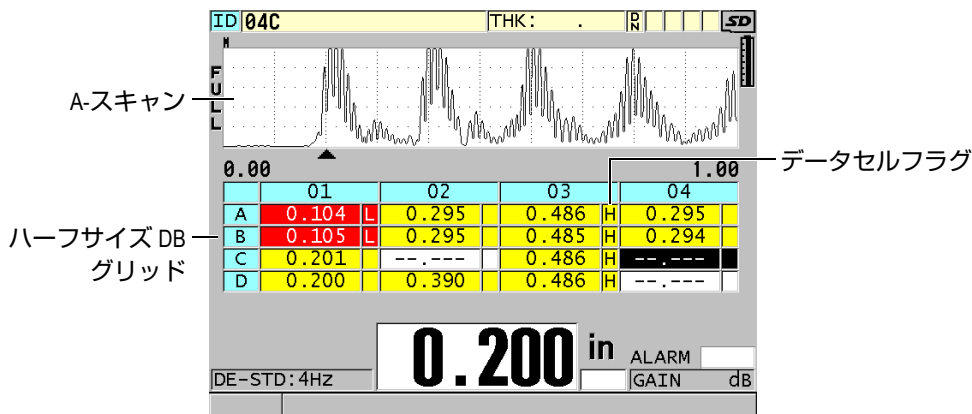

図 10-8 ハーフサイズ DB グリッド
データベースグリッド (DB グリッド) は、2-D データを表にまとめたものです。これにより、ユーザーは ID のプリセットリストに使わなくても、グリッド上で任意方向に自由に移動することができます。次の ID 位置に自動的に増分しないで、矢印キーを使用して希望する位置に移動できます。A-スキャン、DB グリッドおよび厚さ測定値を同時に表示することができます (165 ページの図 10-8 を参照)。厚さ測定値が入る範囲に対応するデータセルフラグおよび背景色を表示するように、グリッドセルを構成することができます。
8. データセルフラグを使用可能なオプションの 1 つに設定して、DB グリッドの各データセルで 1 つのデータフラグを表示します。データセルフラグは、データセルで厚さ値の右側の小さなボックスに表示される文字です (165 ページの図 10-8 参照)。使用可能なオプションは次の通りです。